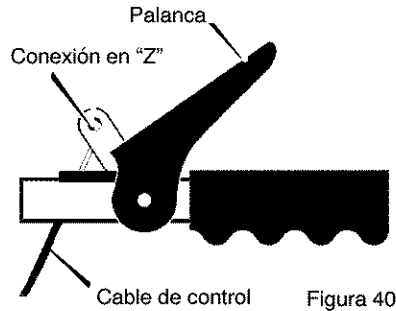

Figura 40
**NOTA:** Si los cables se han desconectado, conéctelos como se muestra en la Figura 40.